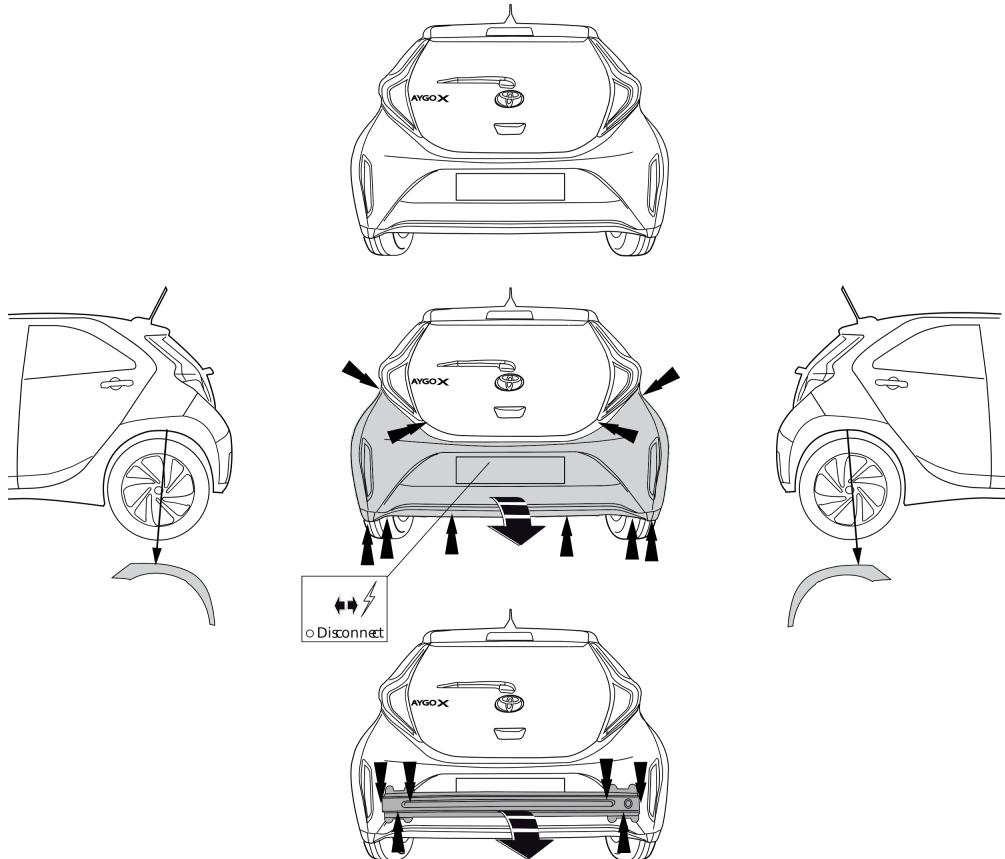

Fig. 1
- Снять бампер вместе со буферным бруском автомобиля. Буферный брус больше не понадобится. См. рисунок 1.